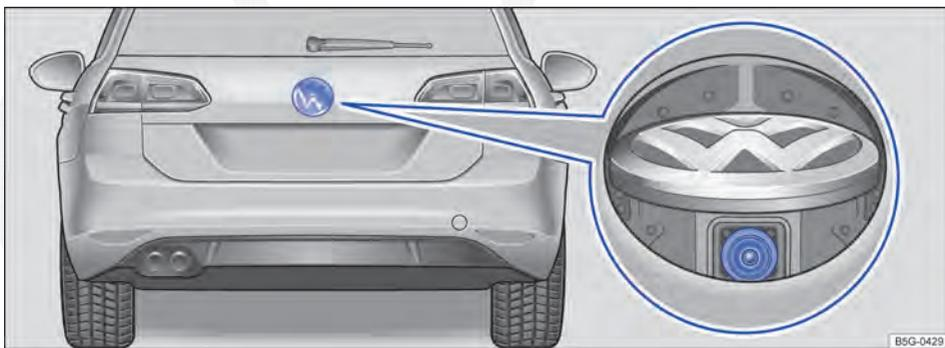

Fig. 145 Na tampa traseira: local de instalação da câmera de marcha a ré.
Uma câmera na tampa traseira ⇒ Fig. 145 auxilia o condutor ao estacionar em marcha a ré ou manobrar. A imagem da câmera é exibida junto com as guias de orientação projetadas pelo sistema no display do sistema Infotainment instalado de fábrica.
- ✓ Uma imagem confiável e clara, por exemplo, condições de visibilidade boas e lentes limpas ⇒ Fig. 145.
A câmera de marcha a ré ⇒ Fig. 145 (lupa) somente fornece imagens bidimensionais. As reentrâncias, bem como objetos salientes no solo ou peças ▶
Mantiver a lente da câmera ⇒ Fig. 145 (lupa) limpa, sem neve e sem gelo: